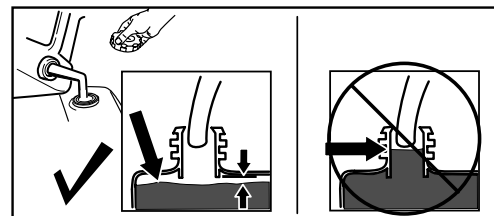

Bild 13
Füllen Sie den Kraftstofftank nur bis zur Unterkante des Einfüllstutzens (**Bild 13**).
- Entfernen Sie eine Verstopfung aus dem Auswurfkanal, siehe Entfernen von Verstopfungen vom Auswurfkanal \(Seite 15\). Verwenden Sie das Werkzeug zum Entfernen von Schneeverstopfungen (Bild 13) und nicht Ihre Hände, um Verstopfungen im Auswurfkanal zu entfernen.